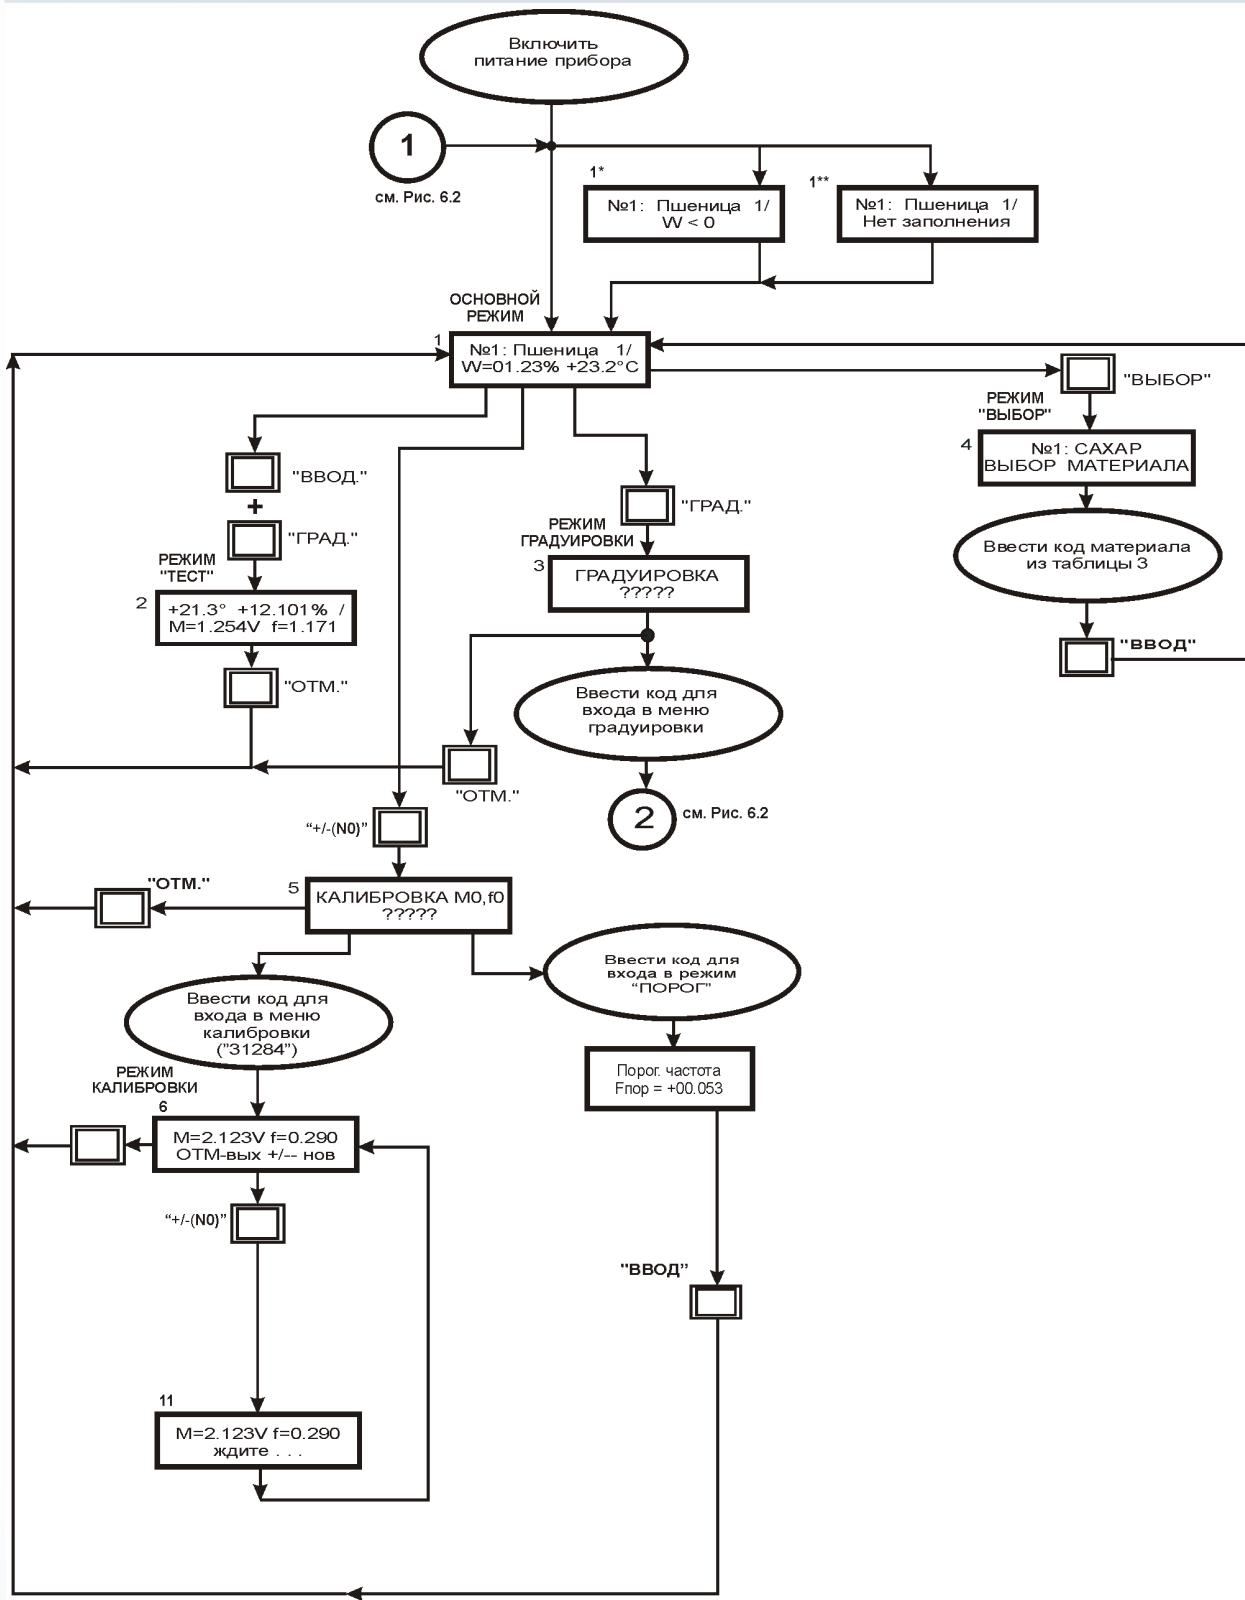

Рис. 6.1. Блок-схема функционирования в режиме 1 (2)
6.2. Алгоритм функционирования блока в Режимах Применения №1 и №2 (приведен на рис. 6.1).
После включения тумблера «СЕТЬ» блок оказывается в ОСНОВНОМ РЕЖИМЕ — режиме «Измерение». При этом на ЖКИ блока высвечивается Сообщение 1 рис. 6.1:
1. При включении прибора на ЖКИ БУК может высвечиваться сообщение об ошибке: «W<0» (Сообщение 1\* рис. 6.1):
Этот режим работы блока применяется при градуировке и обслуживании прибора. Переход в режим «Тест» осуществляется из ОСНОВНОГО РЕЖИМА посредством одновременного нажатия на цифровой клавиатуре кнопок «ВВОД» и «ГРАД». При этом на ЖКИ БУК высветится температура контролируемого материала, находящегося в измерительном пространстве, амплитуда и частота сигнала (в режиме применения 1) или амплитуда сигнала в вольтах и его ослабление в децибелах (для режима применения 2), а также результат расчета влажности по этим параметрам (Сообщение 2 рис. 6.1):
Нажатие в ОСНОВНОМ РЕЖИМЕ кнопки «ВЫБ» переводит блок в режим «Выбор» (Сообщение 4 рис. 6.1):
В этом режиме оператор выбирает номер градуировки для требуемого материала из таблицы, приведенной в паспорте прибора (ПС125\*\*.000-03), и нажатием соответствующей кнопки на клавиатуре вводит этот номер в Сообщение 4 рис. 6.1. Нажатие кнопки «ВВОД» подтверждает его выбор и переводит блок в ОСНОВНОЙ РЕЖИМ.
Нажатие в ОСНОВНОМ РЕЖИМЕ кнопки «ГРАД» переводит блок в режим «Градуировка», при этом на экране высвечивается запрос для ввода пароля — Сообщение 3 рис. 6.1:
По запросу Сообщения 3 рис. 6.1 введите пароль «16729». После введения пароля высветится Сообщение 1 рис. 6.2:
Переход в режим «Калибровка» осуществляется из ОСНОВНОГО РЕЖИМА режима применения 1 путем нажатия на цифровой клавиатуре кнопки «+/- (N0)». При этом на индикаторе высветится Сообщение 5 рис. 6.1:
Введите пароль «31284», после введения пароля высветится Сообщение 6 рис. 6.1:
В процессе работы влагомера может возникнуть ситуация, когда контролируемый материал отсутствует или его недостаточно для заполнения измерительного пространства блока сенсоров. Превышение измеренной частоты определённого (в дальнейшем — ПОРОГОВОГО) значения частоты является признаком незаполненного измерительного пространства блока сенсоров. В этом случае расчет влажности не производится, на ЖКИ БУК высвечивается Сообщение 1\*\* рис. 6.1 «Нет заполнения», а на токовом выходе устанавливается сигнал, соответствующий минимальному значению влажности. Методика определения пороговой частоты изложена в «Влагомер поточный «Микрорадар-125». Руководство по эксплуатации» (РЭ125.000-03).
Для блока сенсоров 1 основным измеряемым параметром является ослабление сигнала. при недостаточном заполнении измерительного пространства ослабление резко уменьшается. Значение ослабления, меньшее, чем заданное пороговое значение, является признаком не незаполненного измерительного пространства блока сенсоров. В этом случае расчет влажности не производится, на ЖКИ БУК высвечивается Сообщение 1\*\* рис. 6.1 «Нет заполнения», а на токовом выходе устанавливается сигнал, соответствующий минимальному значению влажности.
Переход в режим задания пороговой частоты (порогового ослабления) осуществляется из ОСНОВНОГО РЕЖИМА путем нажатия на цифровой клавиатуре кнопки «+/- (N0)». При этом на индикаторе высветится Сообщение 5 рис. 6.1:
Введите пароль «67294», после введения пароля высветится Сообщение 12 рис. 6.1: